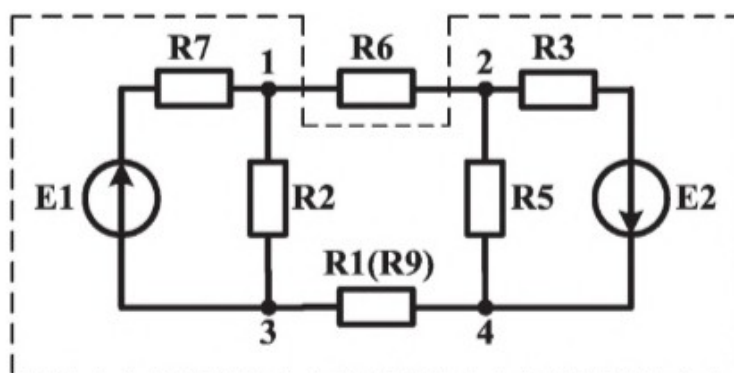
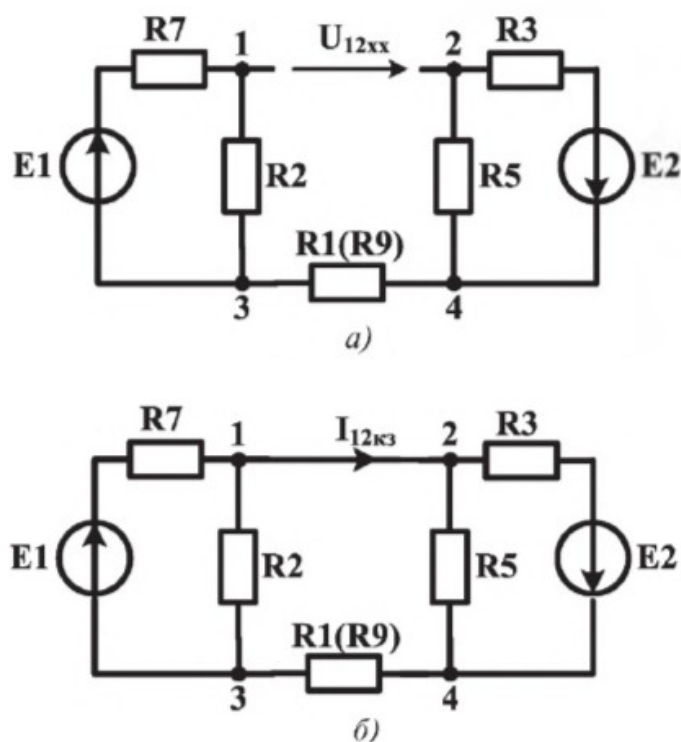

Рис. 12
Рис. 13
1. Собрать цепь по схеме рис. 12, установив $E_2 = 10 \text{ В}$.
4. Заменить выделенную пунктиром часть схемы рис. 12 относительно узлов 1 и 2 эквивалентным источником напряжения с ЭДС $E_{\text{экв}}$ и внутренним сопротивлением $R_{\text{экв}}$. Для определения $E_{\text{экв}}$ и $R_{\text{экв}}$:
4.1. исключить резистор R_6 (разомкнуть ветвь) из цепи рис. 12 с резистором R_1 (рис. 13,а);
5. Для оценки влияния сопротивления резистора, включенного в цепи между узлами 3 и 4, на параметры эквивалентного источника напряжения заменить в цепи рис. 13, а резистор R_1 на резистор R_9 и повторить п.4.2 и п.4.3.
2. Рассчитать теоретически параметры $E_{эkv}$ и $R_{эkv}$ эквивалентного источника напряжения для цепи рис. 13 для двух случаев (включены резисторы R_1 или R_9). Сравнить результаты расчета с результатами эксперимента.